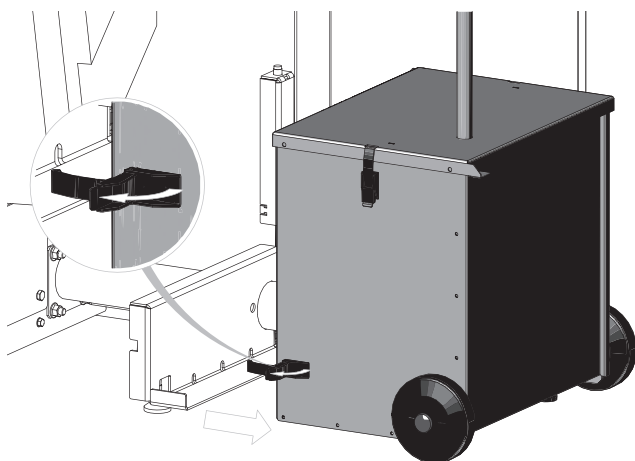

Fig. 51
- Ouvrez les fermetures de serrage inférieures et retirez le bac à cendres – Fig. 51.